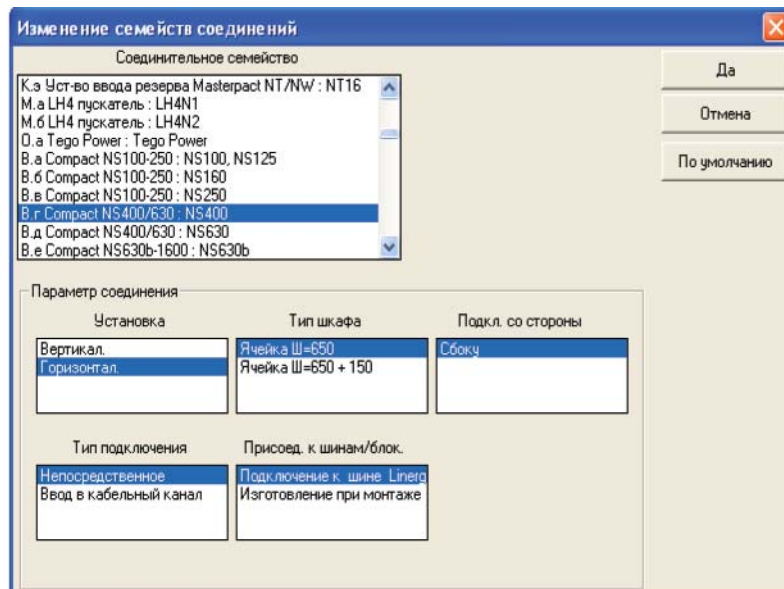

Рис. 65
- с) вызываем команду **Настройки**→**Стандартные соединения и сборки**. Находим автоматический выключатель NS400N и указываем горизонтальную установку (рис. 65).